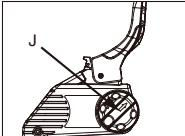
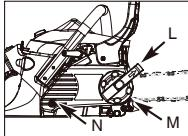

Fig. 3F
Fig. 3G
10. Tournez le bouton (J) DANS LE SENS CONTRAIRE DES AIGUILLES D'UNE MONTRE jusqu'à ce que l'ergot (K) soit en bout de course. (Fig. 3F)
12. Serrez la vis (N) et suivez l'étape 13 pour régler la tension de la chaîne.
13. Tournez le la bague de tension dans le sens des aiguilles d'une montre pour la serrer (M) ; tirez le bouton de commande dans le sens de la flèche (L), tournez-le dans le sens des aiguilles d'une montre pour le serrer puis repoussez-le vers l'arrière. (Fig. 3G)